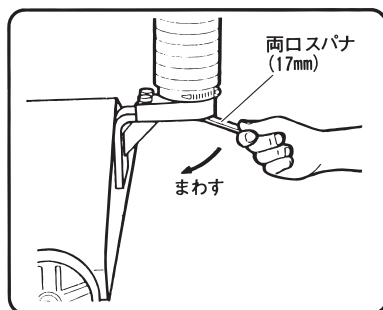

図 21
(2) (1)の操作でヘッドが上昇しない場合は、図21のように昇降ネジの下側に付属の両口スパナ(17mm)を掛け、矢印の方向にまわしてください。